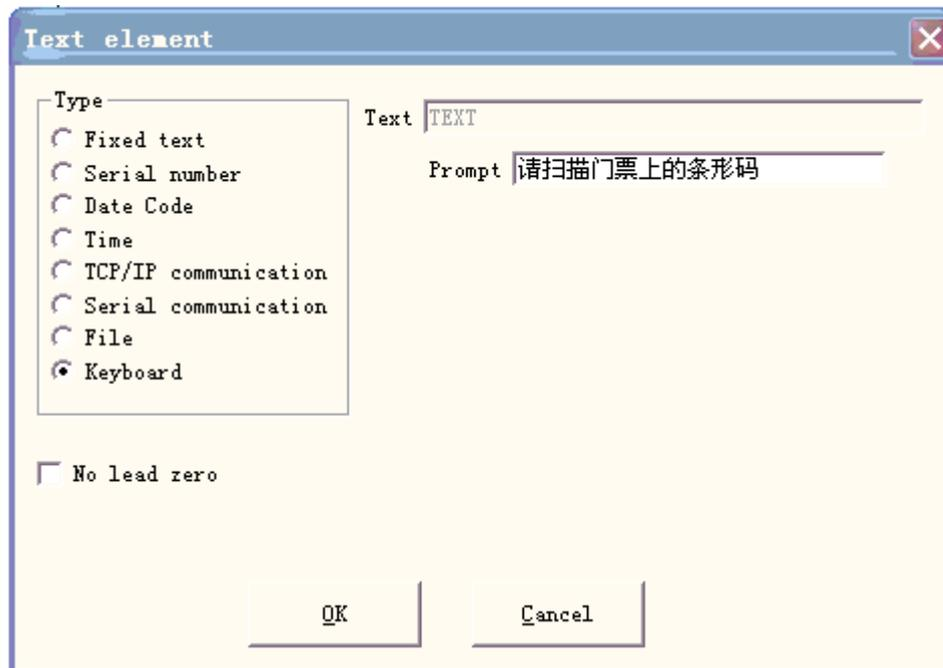

Figura 4-50-a Teclado
establecer texto—→habilitar texto variable—→agregar—→teclado, como la figura 4-50-a:
2. Ingrese el mensaje de solicitud, haga clic en "Aceptar", luego podemos obtener la figura 4-50-b.